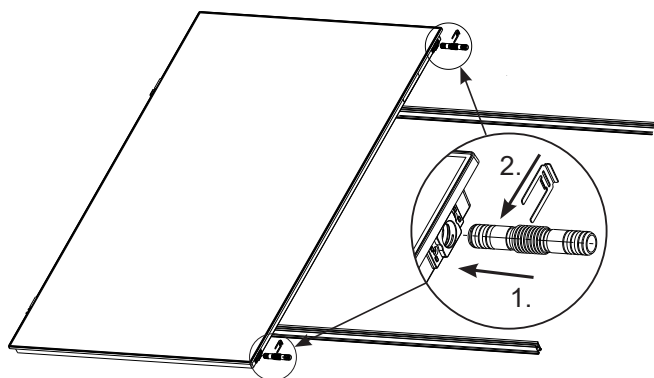

Fig. 26
2. Introduceți conectorul collectorului: ungeți garniturile inelare, fixați cu clemă de siguranță (Fig. 26).